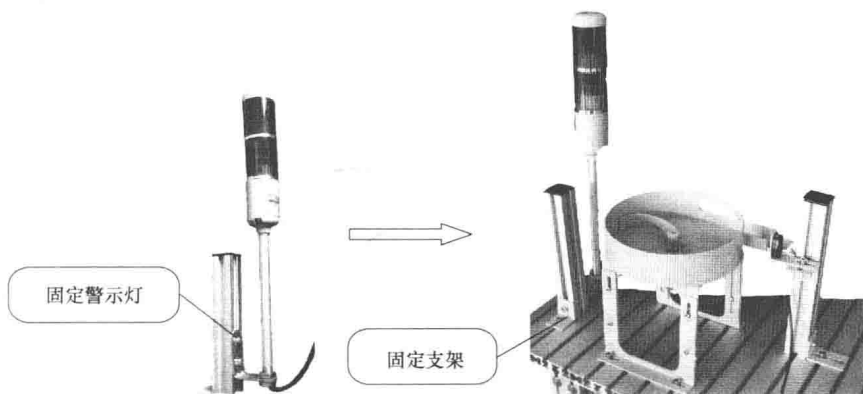

图 1-14 警示灯的安装过程
6) 固定警示灯。如图 1-14 所示, 将警示灯装好支架后固定于定位处。